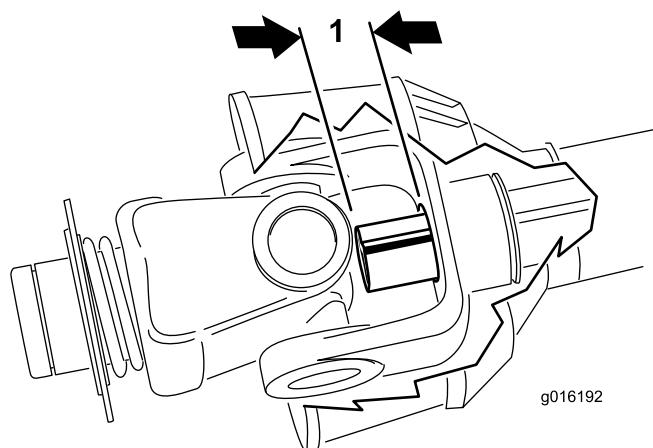

Figura 16
- Faça deslizar os tubos do eixo da tomada de força em simultâneo até ficarem totalmente recolhidos. Verifique se o tubo **interior** não se projecta para o cruzamento e para a secção do rolamento do outro tubo (Figura 16). Se isto acontecer, corte **mais** do tubo interior para corrigir o problema. Passe ao passo seguinte.
- Meça a distância que o tubo interior se projecta para o cruzamento e para a secção do rolamento do outro tubo (Figura 16). Adicione esta distância à dimensão obtida no passo 8.